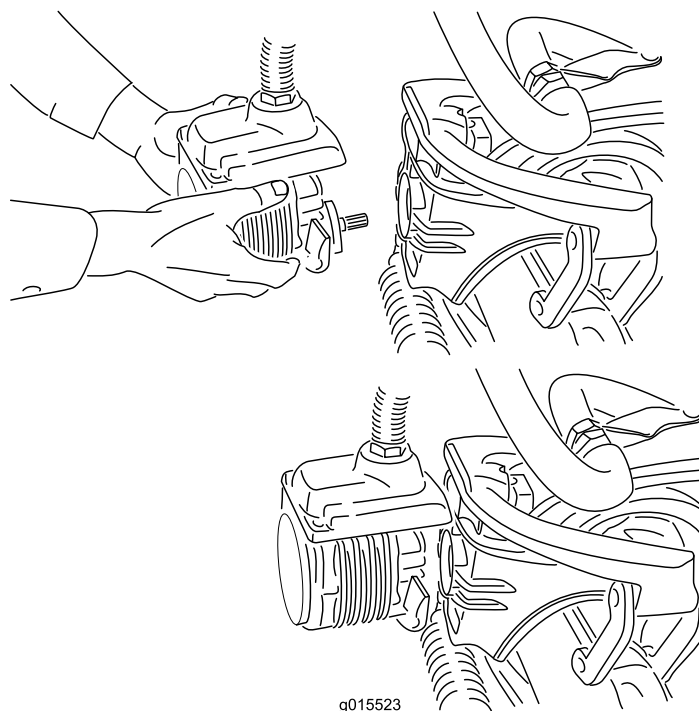

Figura 39
4. Mova o motor para o local de armazenamento na parte da frente do braço de suspensão (Figura 39).